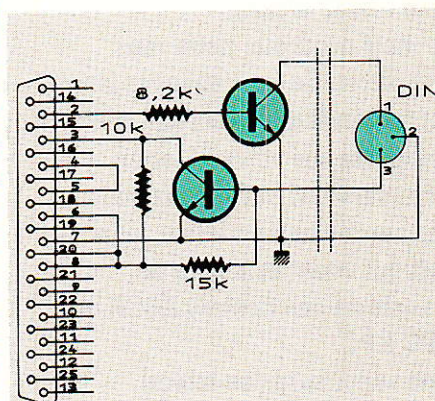

Figure 1
**V**ous voulez savoir à quoi ressemble un câble « spécial PC-Minitel » ? La figure 1 vous en donne un exemple mais ne l'utilisez que pour en comprendre les dangers.